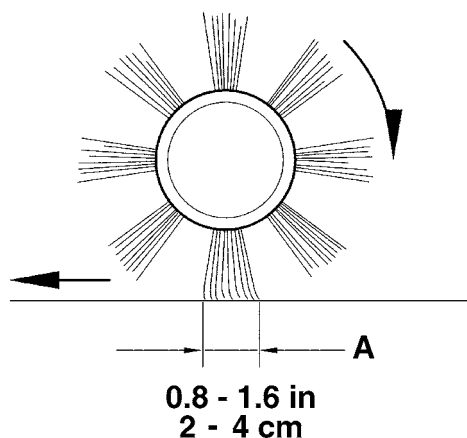

Figure 3
- Contrôler que la largeur de la trace (A, Fig. 3) laissée par le balai central est comprise entre 2 et 4 cm (0.8 et 1.6 in) dans toute sa longueur.
Au cas où il ne serait pas possible de régler correctement la trace (A, Fig. 3), car le balai exerce une pression excessivement différente aux extrémités de sa longueur, se référer au manuel d'entretien pour la procédure de réglage.